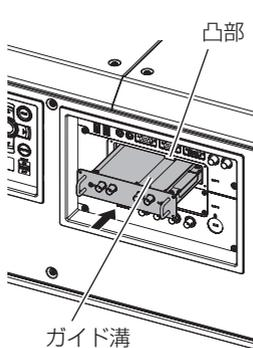

図 2
2) インターフェイスボードをプロジェクトに取り付ける (図 2)